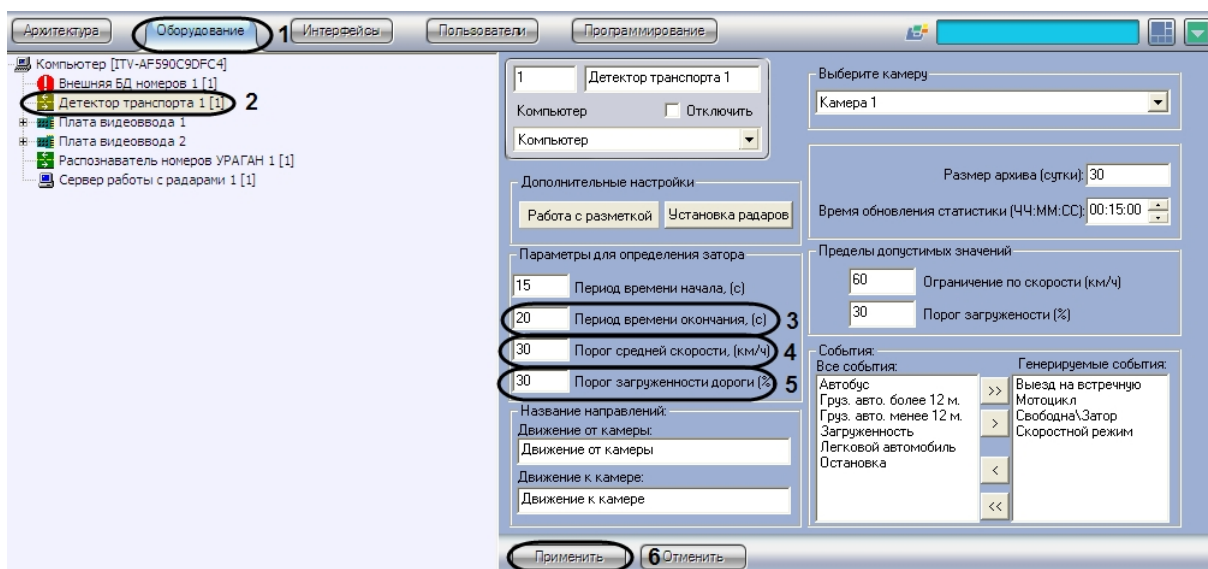

Рис. 78. Указание параметров окончания затора на дороге
2. В дереве объектов на вкладке «Оборудование» выбрать объект «Детектор транспорта», соответствующий настраиваемому программному модулю «Детектор транспорта». В правой части вкладки «Оборудование» отобразится панель настройки выбранного объекта (см. Рис. 78).